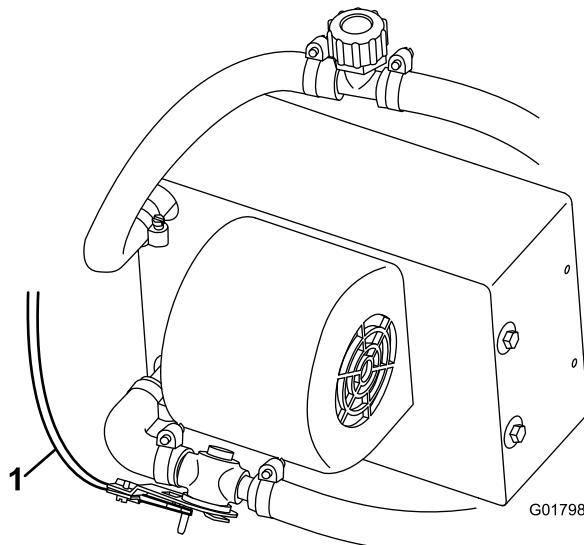

Рисунок 24
8. Проложите и подсоедините трос управления обогревателем к клапану обогревателя (Рисунок 24).